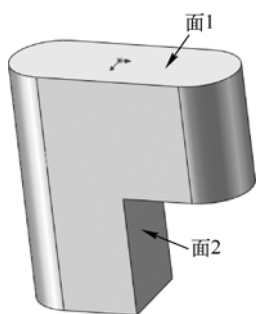
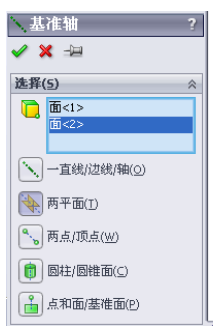

图 4-25 打开的文件实体
图 4-26 “基准轴”属性管理器
(1) 执行“基准轴”命令。选择菜单栏中的“插入”→“参考几何体”→“基准轴”命令，或者单击“参考几何体”操控板中的（基准轴）按钮，此时系统弹出“基准轴”属性管理器。
(2) 设置属性管理器。在“第一参考”选项框中，选择如图 4-25 所示的面 1、面 2。“基准轴”属性管理器设置如图 4-26 所示。